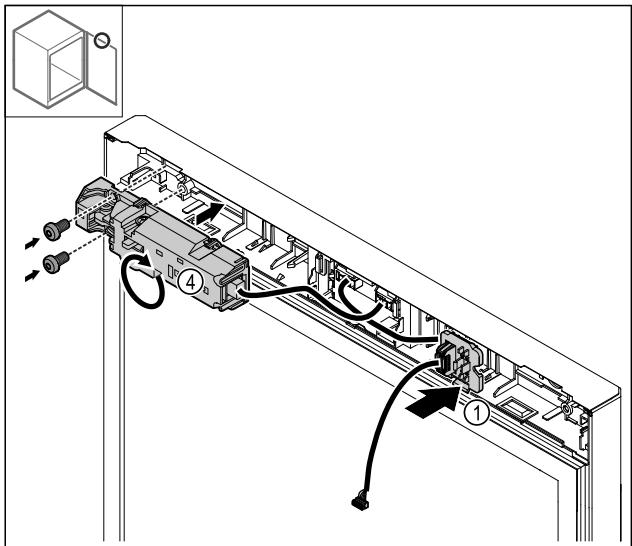

Fig. 28
- Zaistite držiak zástrčky Fig. 28 (1) na opačnej strane.
- Otočte elektrickú zámku Fig. 28 (4) o 180° a upevnite ho na opačnej strane.